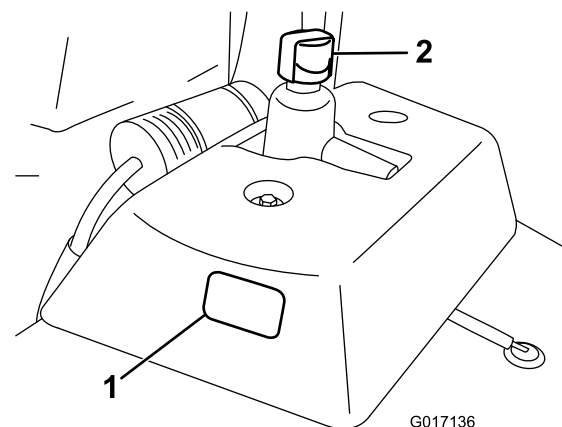

Figura 22
- Coloque a máquina numa superfície plana. Certifique-se de que a máquina arrefeceu e de que, portanto, o óleo se encontra frio. Verifique o nível de óleo consultando a janela transparente situada ao lado do depósito de óleo (Figura 22). Se o nível de óleo se encontrar entre as duas marcas na janela transparente, o nível de óleo é suficiente.